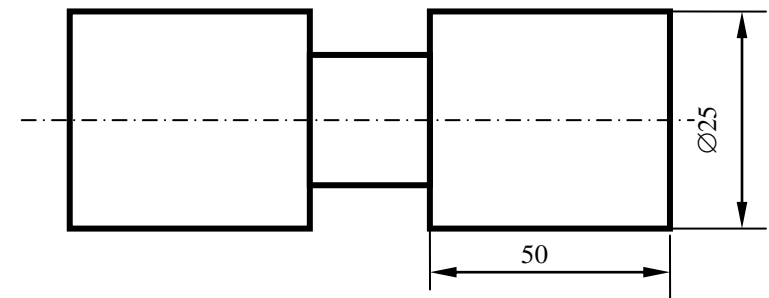

Рисунок 1 – Эскиз обрабатываемой детали
3.4. Провести наблюдения за действием станочника, выполняющего заданную операцию: обработка заготовки согласно эскиза (рисунок 1). Обосновать режимы резания. Определить общую продолжительность исследуемой операции с помощью секундомера.
3.9. Установить на каких режимах выполняется обработка детали (рисунок 1), и записать значения:
- 5.2. Эскиз обрабатываемой заготовки (рисунок 1).